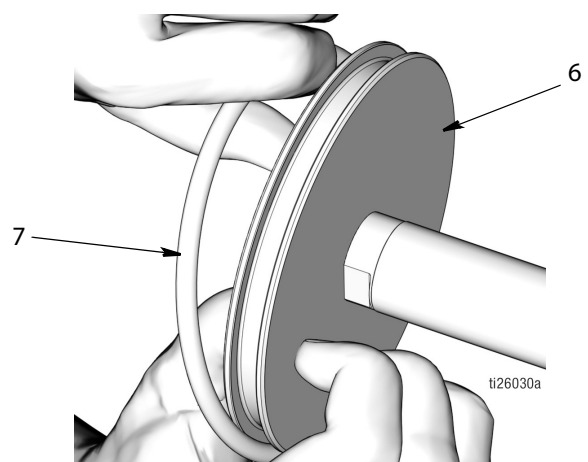

Рис. 49
- Нанесите тонкий слой консистентной смазки на уплотнительное кольцо (7). Установите уплотнительное кольцо круглого сечения (7) вокруг поршня (6), как показано на Рис. 49.